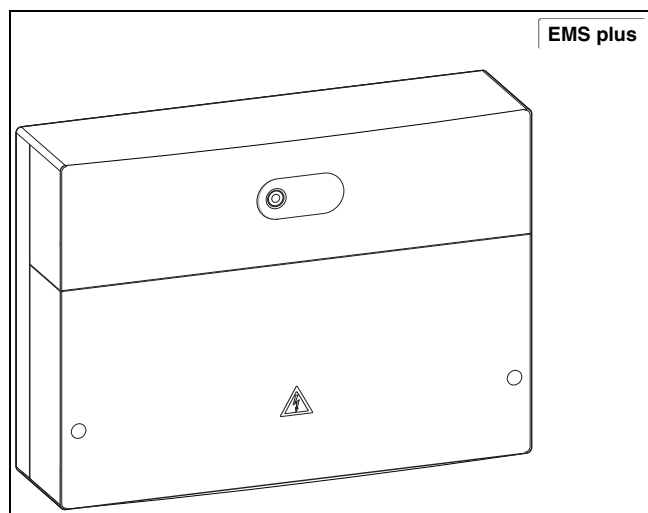

Bild 2 HM200.2/MH200-1
- Elektronik-Modul für Hybridsysteme (Zubehör, →Bild 2).